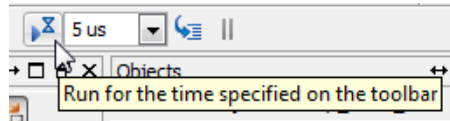

図 4-12：シミュレーション時間入力フィールド
1. ISim ツールバーにある [Run for the time specified on the toolbar] ボックスに「5us」と入力して Enter キーを押します (図 4-12)。